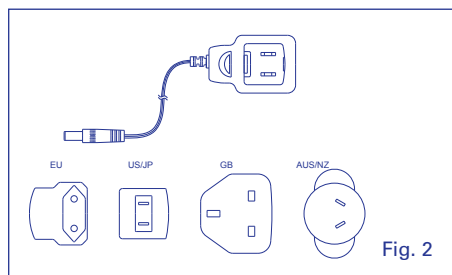
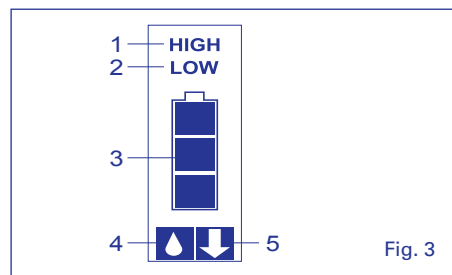

Fig. 2
Fig. 3
- Ladegerät nach Wahl des richtigen Netzteils (Abb. 2) in die Wandsteckdose stecken. Die Ladeanzeige der Batterien wird durch drei Leuchtbalken angegeben (Abb. 3).
- Bei niedriger Akkustand-Anzeige (Abb. 3), Ladegerät einstecken und Pipettiervorgang fortsetzen.
- Brancher le chargeur à une prise murale, après sélection de la prise souhaitée (Fig 2). La charge est visible grâce à trois indicateurs (Fig 3)